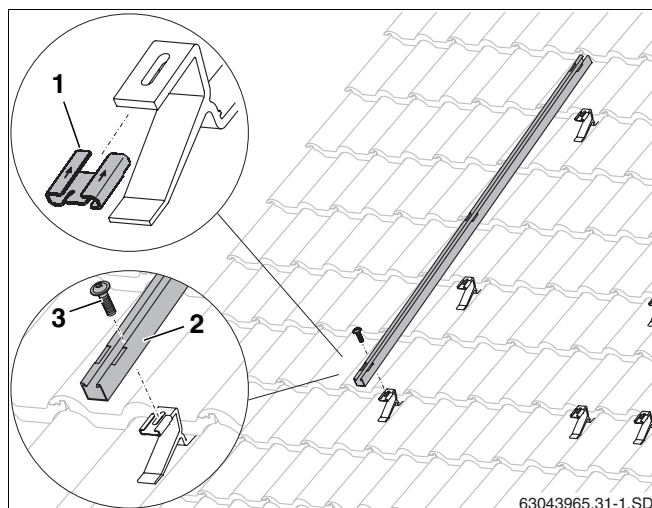

Fig. 29 Fijación del perfil de soporte para la carga de nieve
- ▶ Desplace la tuerca deslizante (fig. 29, **pos. 1**) sobre el gancho de tejado siguiendo el sentido de la flecha.
- ▶ Coloque el perfil de soporte de carga de nieve (fig. 29, **pos. 2**) sobre los ganchos de tejado y sujételo con tornillos M8 (fig. 29, **pos. 3**).